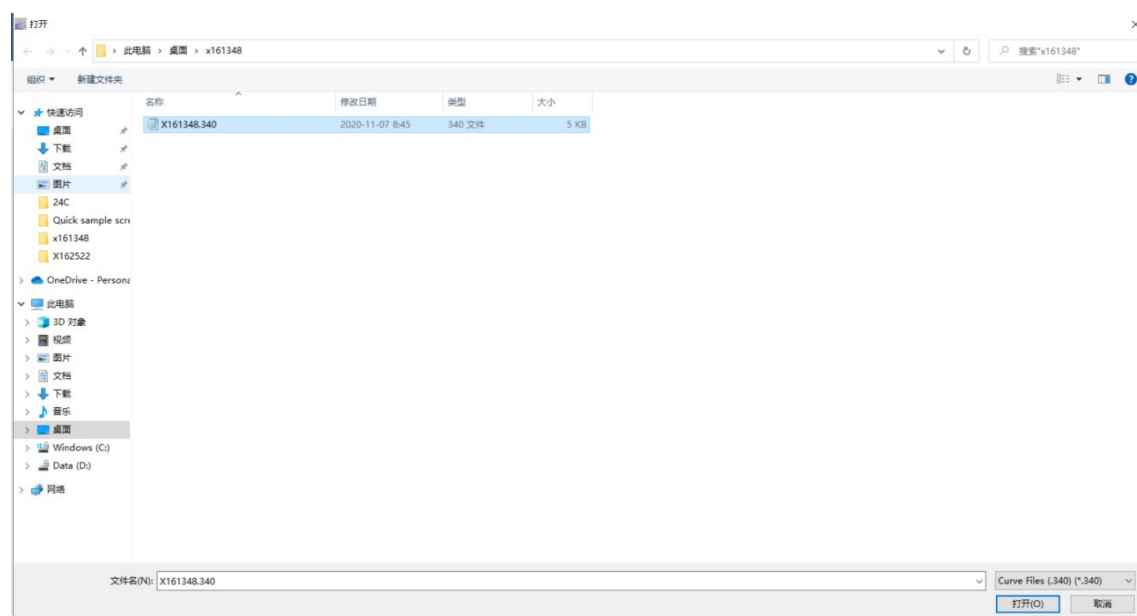

图 4.15 打开 xx.340 文件
3、选择文件的保存路径，输入文件名，点击保存。保存完成后，会跳出如图 4.15 所示的提示窗口。xx.crv 文件可以在对应的路径中找到。